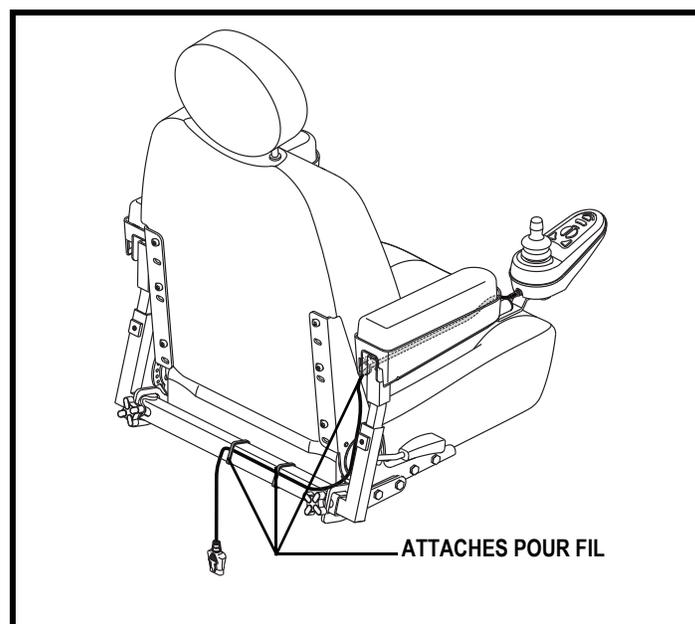

Figure 12. Emplacement du câble du module de contrôle
7. Attachez le câble du contrôleur sous l'accoudoir avec des attaches de plastique. **Voir la figure 12.**
17. Attachez le câble du contrôleur sous l'accoudoir avec des attaches de plastique. **Voir la figure 12.**
9. Attachez le câble du contrôleur sous l'accoudoir avec des attaches de plastique. **Voir la figure 12.**